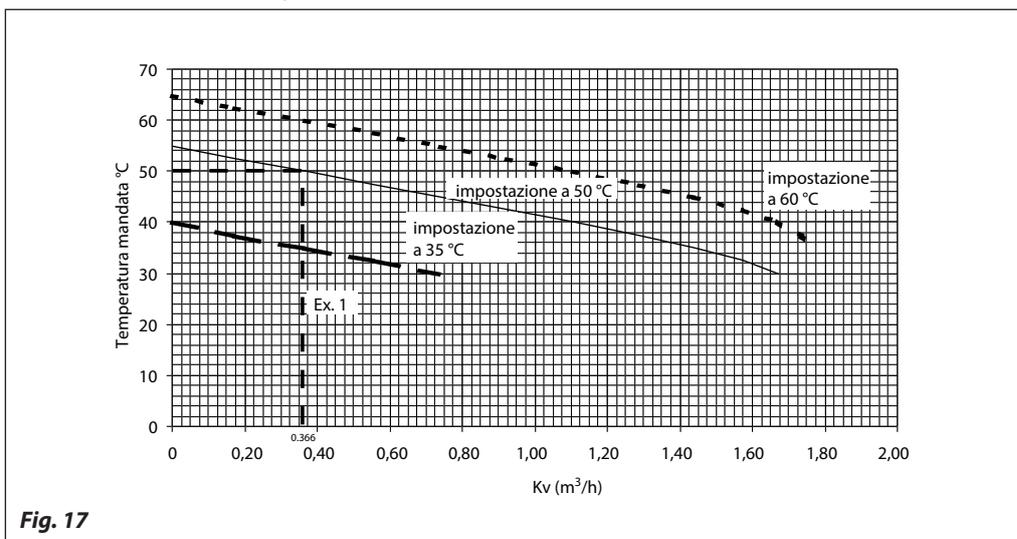

Fig. 17
Kv - secondo fig. 17, pagina 8 in questo caso
- Quando la portata di progetto è stata calcolata, utilizzare la fig. 17 a pagina 9.